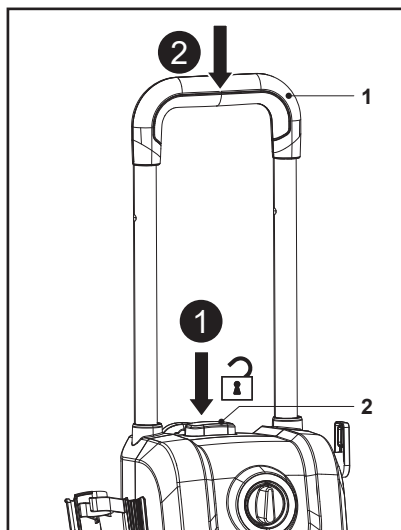

Fig. 14
2. Prima sem soltar o botão de bloqueio da pega (2) e, em seguida, prima a pega de transporte (1) para a recolher (Fig. 14).